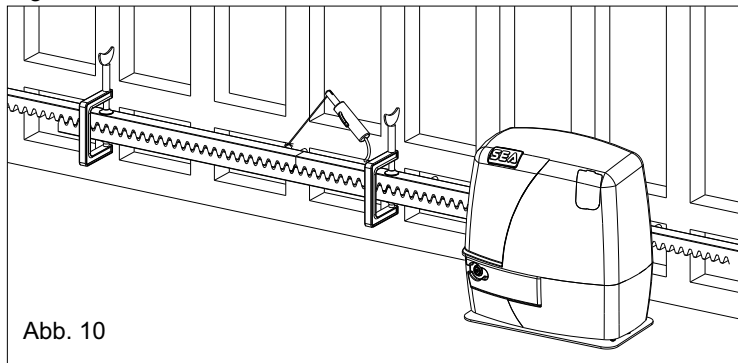

Abb. 10
5.4. Sich vergewissern, dass sämtliche Zahnstangenglieder bindig aneinandergereiht und ordentlich verlegt wurden (synchronisierte Verzahnung). Es wird empfohlen, zwei aneinandergereihte Glieder, einem dritten, wie in Abb. 10 gegenüberzustellen.